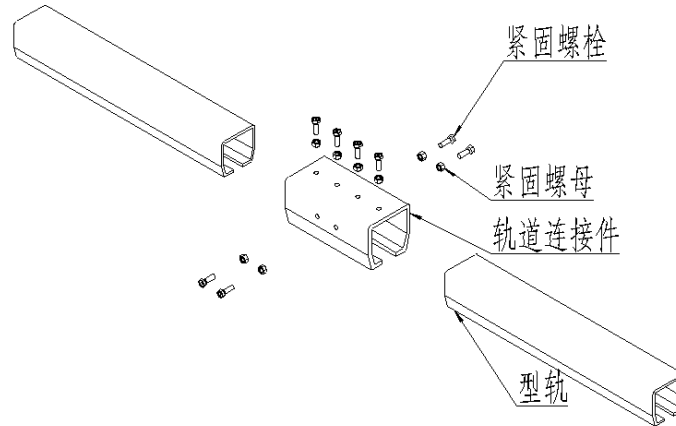

图 2D
- 将另一段固定单轨滑入拼装接头，使固定单轨对接端尽可能的靠近，将拼装接头正中部处在两段型轨的拼接点上(图 2D)。